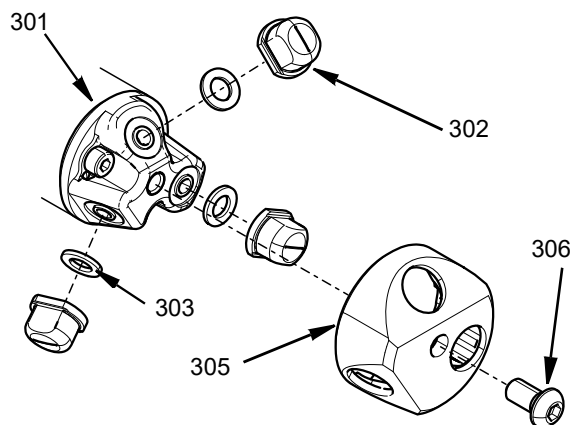

図 4
1. 3つのノズルパッキンガスケット (303) をノズルヘッド (301) の一致する穴に合わせます。
2. ノズル (302) はノズルキャップ (305) に挿入して、ノズルがノズルキャップにはまるようにする必要があります。
3. ノズルを挿入したノズルキャップを、ノズルヘッドに (301) キャップ中央にある M6 六角ボタンヘッドネジ (306) を使ってしっかりと固定する必要があります。29.2 in-lbs (3.3 N・m) のトルクで締めます。以下を参照してください：図 4 を参照ください。